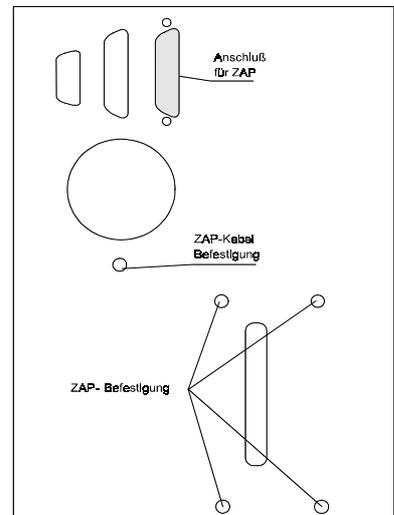

Bild 7-6
6. Vormontierte Zustelleinheit mit vier Innensechskantschrauben M4 festschrauben (Bild 7-6).
7. Stecker des Verbindungskabels einstecken und festschrauben (Bild 7-6).
8. Verbindungskabel mit der Kabelschelle festschrauben (Bild 7-6).